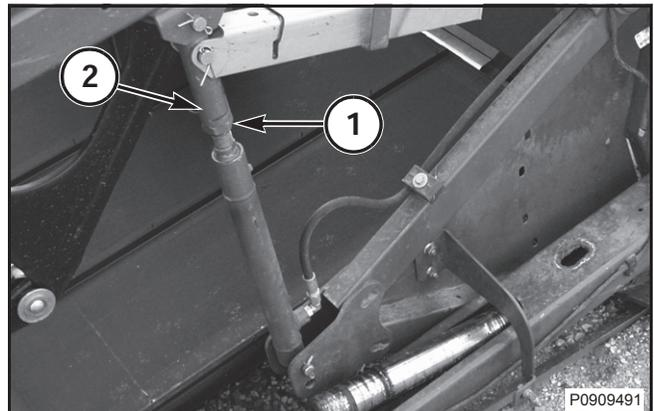

FIG. 37
FIG. 37: Afloje las tuercas de fijación (1) en el cilindro de levante del molinete (2). Gire el asta del cilindro según sea necesario, hasta que haya una holgura mínima de 38 mm (1,5 pulg.) entre el cortador y los dientes del molinete.